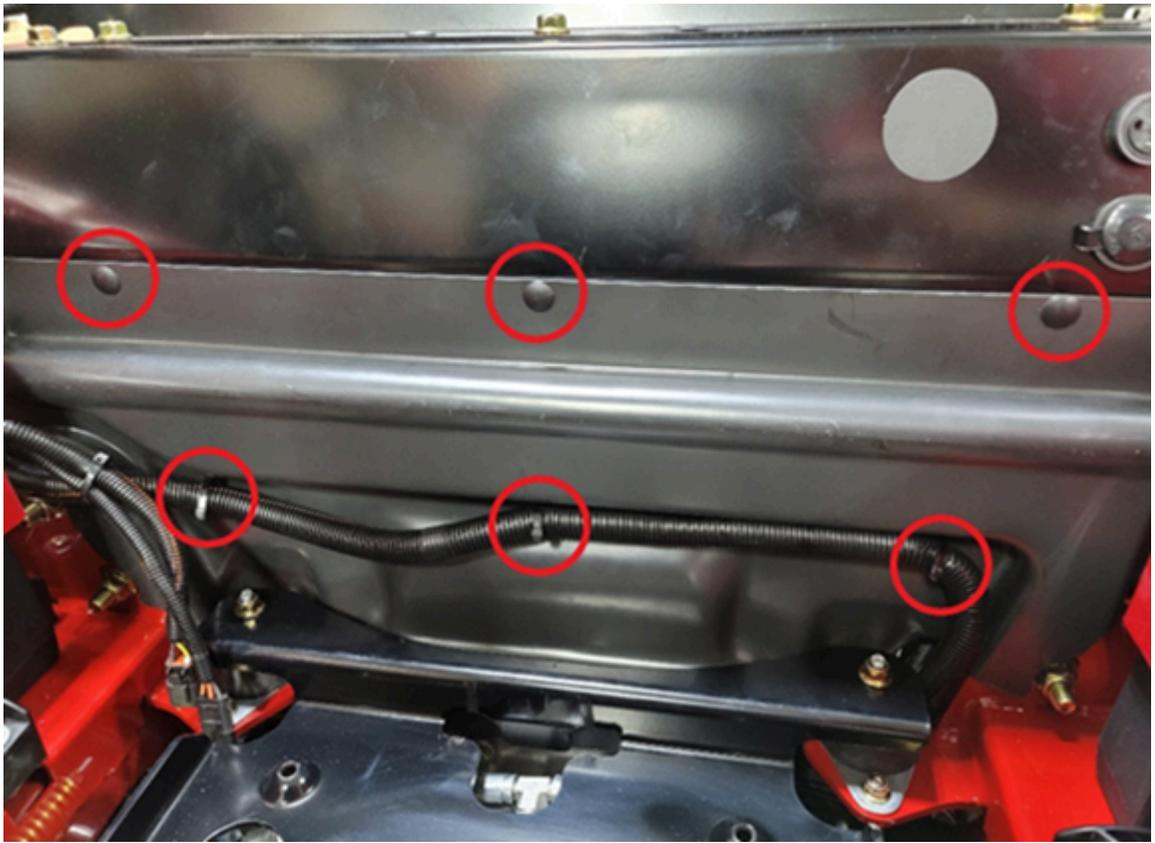

Figura 8
11. Fije el panel del deflector de calor con 3 tapones de plástico (Figura 8).
12. Fije el arnés de cables al panel del deflector de calor con 3 clips con brida (Figura 8).